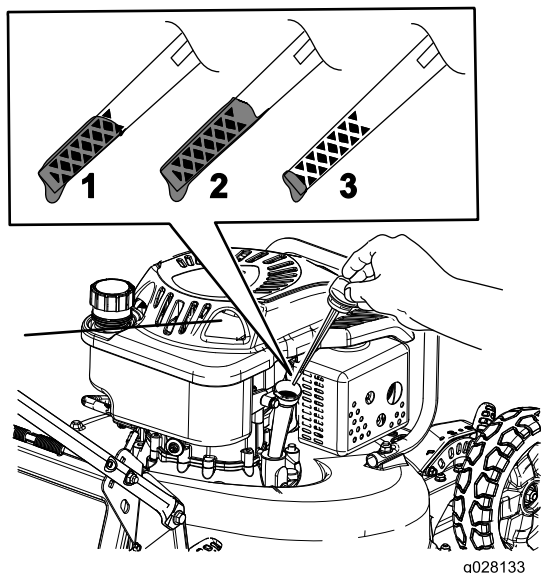

Figure 21
8. Sortez de nouveau la jauge et vérifiez le niveau d'huile (Figure 21).